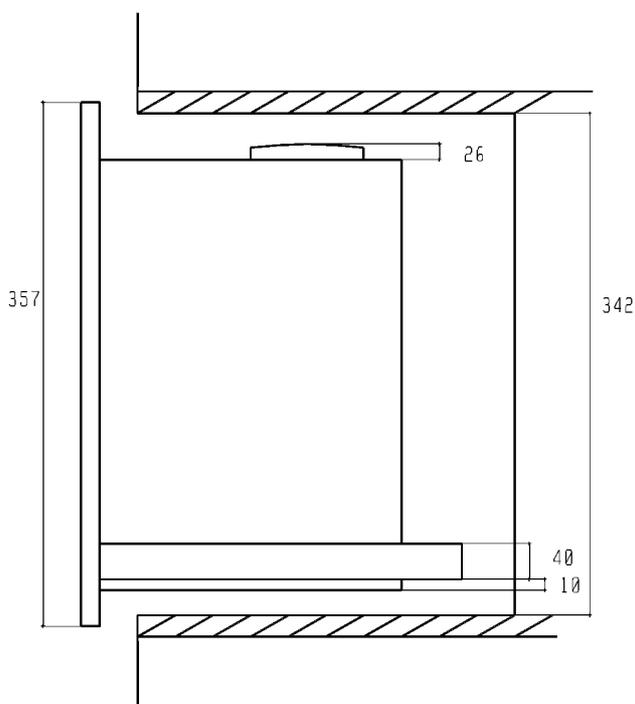

Fig. 5
- Insertar las guías telescópicas de la máquina de café en los soportes montados en el interior del mueble y hacerlos deslizar hasta el final de su recorrido para que desaparezcan los toques de seguridad (fig. 5).